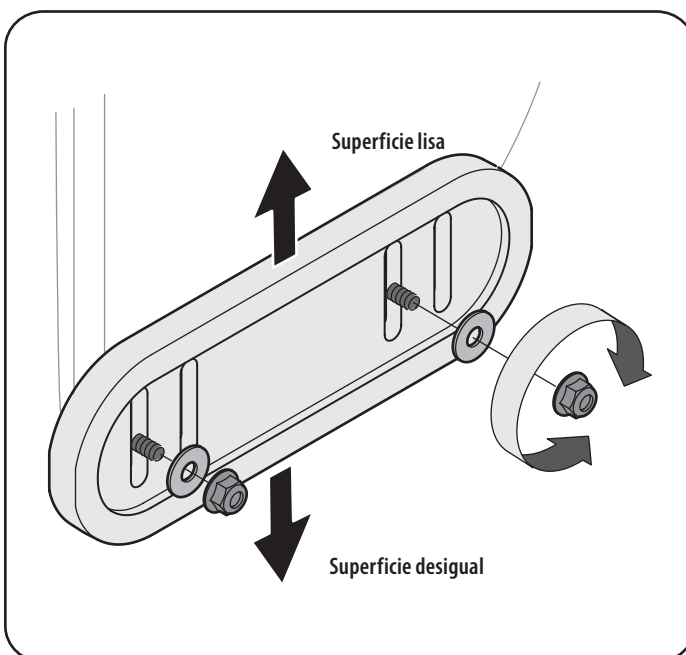

Figura 14
- Si desea quitar nieve al ras del suelo, eleve más las zapatitas antideslizantes en la caja de la barrena. Refiérase a la Figura 14.
1. Afloje las cuatro tuercas hexagonales (dos en cada lado) y los pernos del carro. Mueva las zapatitas antideslizantes a la posición deseada. Vea la Figura 14.
1. El control de la barrena se encuentra en el mango izquierdo. Consulte la Figura 14 el recuadro. Cuando se suelta el control de la barrena y está en posición desengranada arriba, el cable debe tener muy poco juego. NO debe estar tenso.
4. Deje la barrena engranada durante aproximadamente diez (10) segundos antes de soltar el control de la barrena. Repita esta operación varias veces.